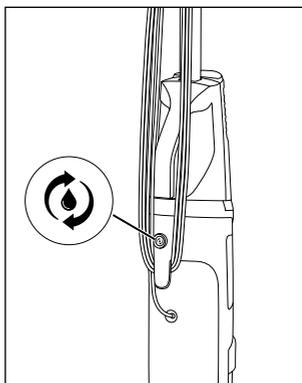

Fig. 32
- ◆ Appuyez sur l'interrupteur autonettoyage **19** (voir fig. 32).